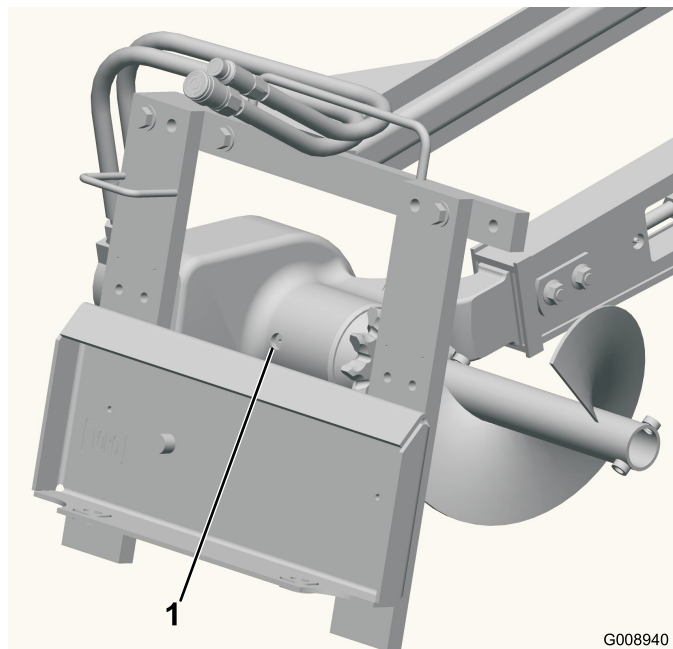

Figure 10
3. Nettoyez la surface autour du bouchon de remplissage du boîtier de roulement (Figure 10).
4. Retirez le bouchon de remplissage du boîtier de roulement (Figure 10).
1. Nettoyez la surface autour du bouchon de remplissage du boîtier de roulement (Figure 10).
2. Retirez le bouchon de remplissage du boîtier de roulement (Figure 10).